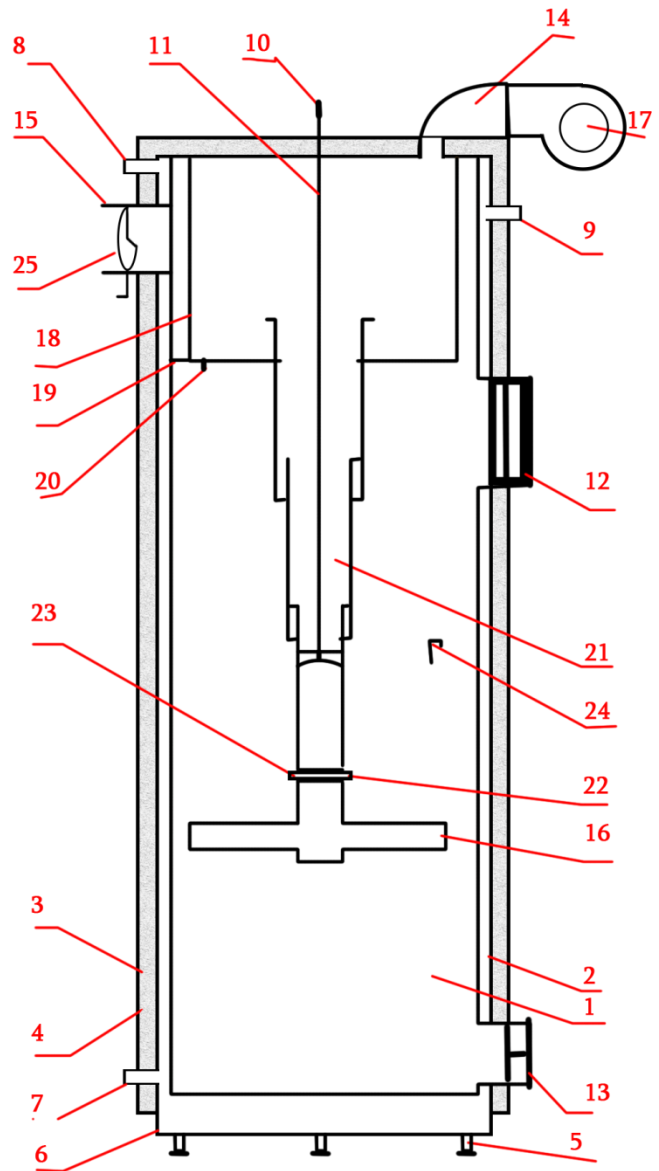

рис.1
Перевірте, чи щільно закриті нижні дверцята очищення золи котла (рис.1, № 13). Перед завантаженням дров в камеру згоряння котла, **обов'язково** підійміть розподільник повітря (рис.1, № 16). Кільце, що висить в кінці троса (праворуч) над дверцятами завантаження дров, потрібно плавно тягнути вниз і начепити на гак для фіксування троса (рис.1, № 24) в нижній частині котла. Необхідно за допомогою ручки регулятора тяги (з поворотом її по напрямку до мітки 30 ° C) повністю закрити заслінку подачі повітря (рис.1, № 14).
Через дверцята завантаження дров (рис.1, № 12) в камеру згоряння котла (рис.1 № 1) кидайте дрова. Намагайтеся, щоб дрова падали горизонтально (весь час по тому ж напрямку): у середину довші, по краях коротші. Не рекомендується, щоб в середину поліна падали перпендикулярно, таким чином можна заповнити края. Простори між дровами можна заповнити тирсою або іншим дрібним сипучим паливом. Особливо добре підходить тирса пресована у вигляді гранул. Паливо завантажуються приблизно до нижнього ребра дверцят завантаження дров. Тоді, ближче до дверцят (краще по всій площі) кладеться папір і, знявши кільце з гака фіксації підйомного троса, плавно спускаємо розподільник повітря вниз, щоб він лежав на верху завантажених дров.
При опаленні дровами, попіл з котла треба видаляти кожен місяць. Використовуючи торф або вугілля, попіл з котла треба видаляти кожен раз перед розпалюванням. При зниженні тяги треба перевірити і прочистити отвір між камерою нагріву повітря (18) (рис. 1) і внутрішньою стінкою котла. Їх можна прочистити гнучкої щіткою через внутрішній отвір для диму над дверцятами завантаження палива, а також через отвір димоходу. Якщо правильно встановлена система опалення, справна димова труба і при експлуатації дотримані всі вказівки інструкції, котел не закупориться.